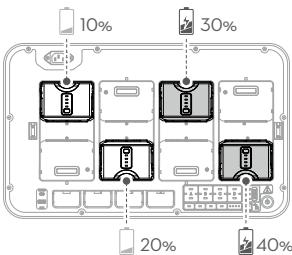

图 3
- 当插入的电池均未配组时，优先为电量最高的两块电池进行充电。（图 3）